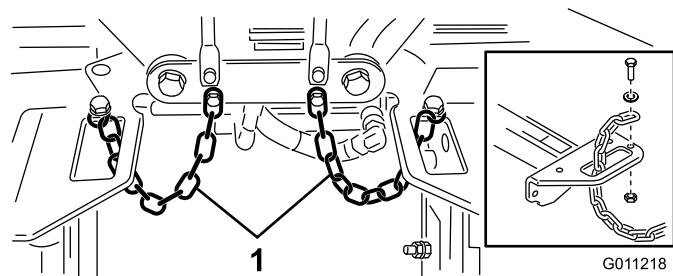

Рисунок 23
- Проденьте цепь опрокидывателя сквозь проем в конце каждой несущей рамы. Прикрепите цепь опрокидывателя к верхней части несущей рамы с помощью болта, шайбы и контргайки (Рисунок 23).